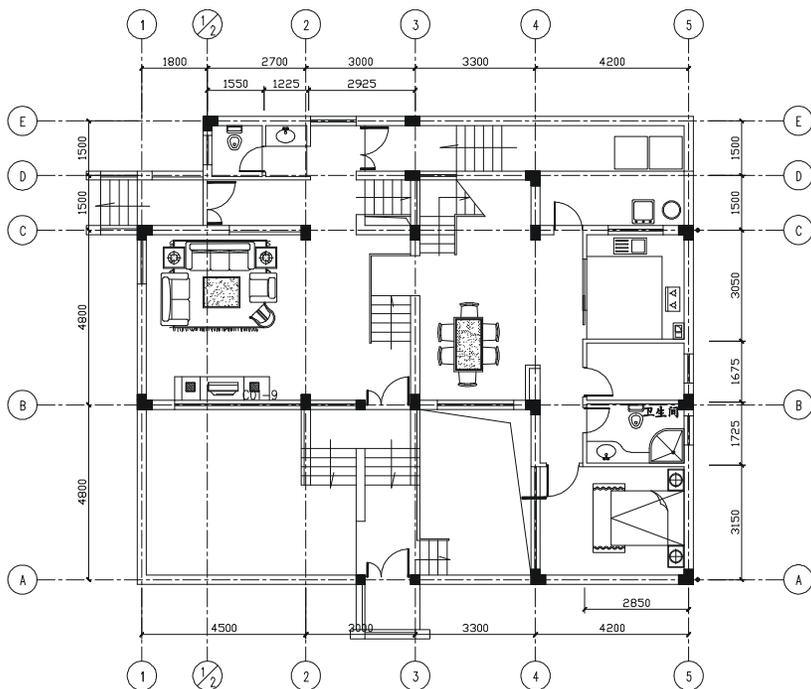

图 9-1-72
**STEP 09** 重复以上的操作, 标注所有的轴线如图 9-1-72 所示。
说明: 图中相同的轴号线可以通过集体复制得到, 如图 9-1-72 所示中的 A、B、C、D、E 轴号线。